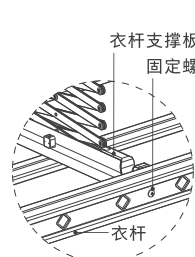

图6
1. 如图6，取衣杆支撑板螺丝，将衣杆的孔位对准衣杆支撑板，拧紧固定螺丝。